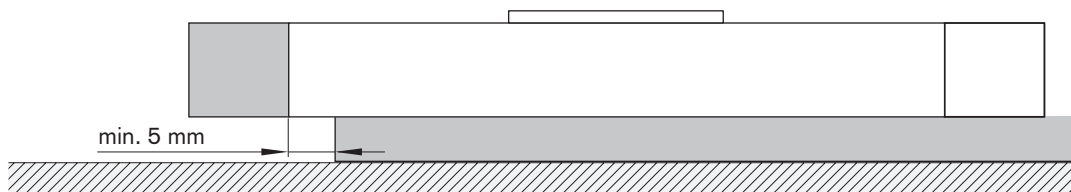

Fig. 6: Mindestabstand zu Endplatten / maximal zulässige Durchbiegung
- ▶ Beim Befestigen am Hauptkörper Mindestabstand zu den Endplatten von 5 mm einhalten ➡ ☒ Fig.6.